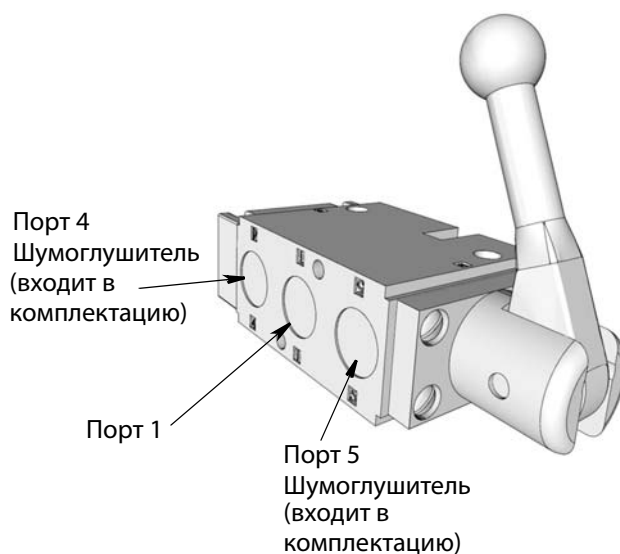

FIG. 13
- a. Подключите порт 1 к линии подачи пневматической энергии (FIG. 13).